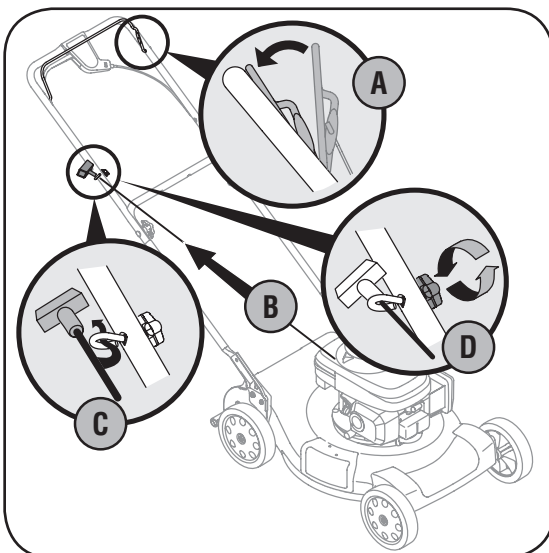

Figura 3-3: Tire del arrancador de retroceso a través de la guía de cuerda y asegure.
3. La guía de la cuerda está unida al costado derecho de la manija superior. Afloje la tuerca de mariposa que sujeta la guía de la cuerda, Figura 3-3.